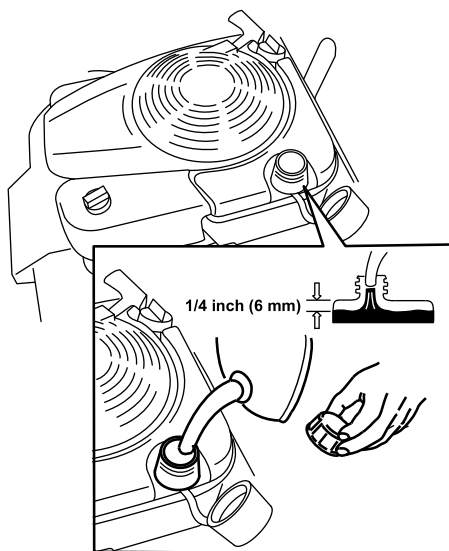

Figure 11
1. Nettoyez la surface autour du bouchon du réservoir de carburant et enlevez le bouchon (Figure 11).